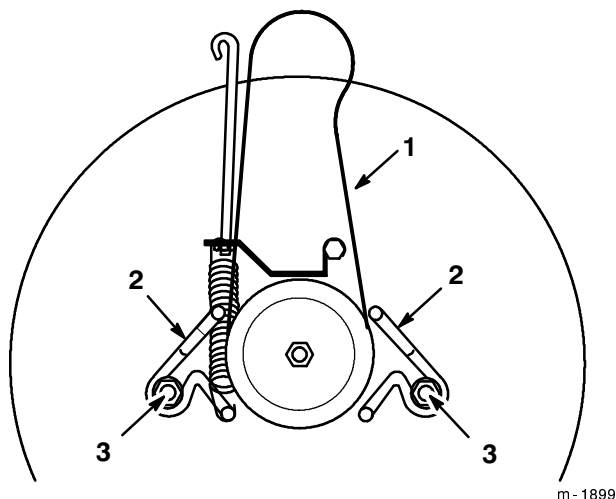

Figure 43
2. Desserrer les boulons des guide-courroie, et écarter les guide-courroie de la poulie (Fig. 43).
1. Passer la nouvelle courroie autour de la poulie de la lame et sous les deux guide-courroie (Fig. 43).
2. Régler l'écartement des guide-courroie à 3 mm (1/8") de la poulie, et serrer les boulons des guide-courroie (Fig. 43).